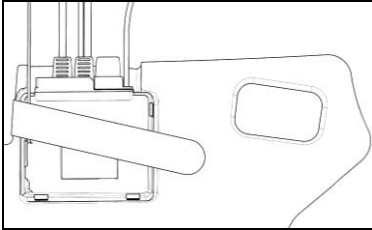

Abb. 28
- Setzen Sie die E-Box in den dafür ausgesparten Bereich am Wangenteil ein (Abb. 28).